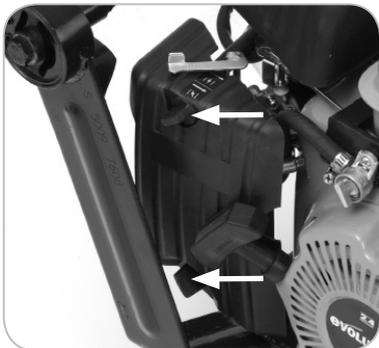

Fig. 14
- Desenrosque las tuercas de mariposa de la cubierta de la carcasa del filtro de aire y retírela. **(Fig. 14)**